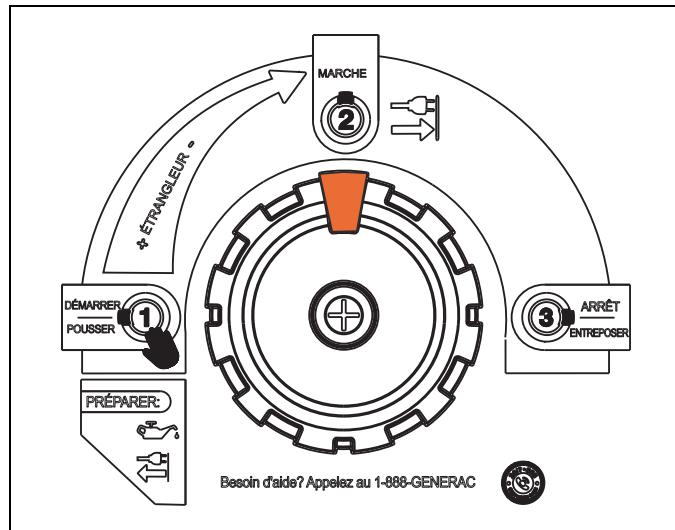

Figure 3-3. PowerDial en position MARCHE (RUN)
3. Voir la figure 3-3. Lorsque le moteur démarre, tournez graduellement le PowerDial dans le sens des aiguilles d'une montre jusqu'à ce que le moteur tourne en douceur, puis mettez-le sur la position MARCHE (RUN). L'étranglement diminue lorsque le PowerDial est tourné en direction de la position MARCHE (RUN). Si le moteur faiblit, tournez le PowerDial dans le sens contraire des aiguilles d'une montre en position DÉMARRER (START) afin d'augmenter l'étranglement jusqu'à ce que le moteur tourne en douceur, puis tournez-le en position MARCHE (RUN).